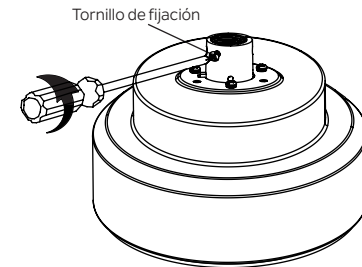

Figura 7
Paso 3. Afloje los dos tornillos de fijación en el acoplamiento del motor. (Figura 7)